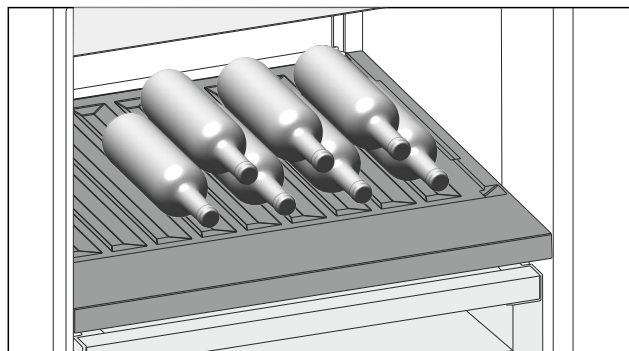

Fig. 187 Ilustrativni primjer
- Stavite boce s dnom prema stražnjoj stijenci hladnjaka. (pogledajte Fig. 187)